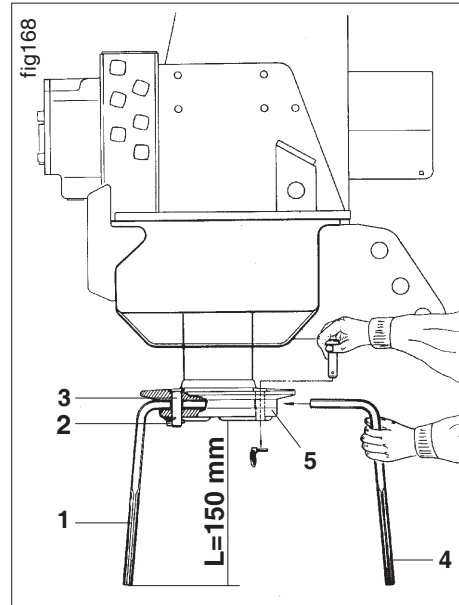

Fig. 19.6
Die Bodenbearbeitungszinken (Fig. 19.6/1) des Kreiselgrubbers sind aus gehärtetem hochfestem Borstahl gefertigt. Die Zinken unterliegen einer Abnutzung und müssen spätestens bei einer Länge $L_{\min.} = 150$ mm (siehe Fig. 19.6) ausgetauscht werden. Bei großen Arbeitstiefen muß der Zinkenwechsel früher erfolgen, um Schäden bzw. Verschleiß an den Werkzeugträgern (Fig. 19.6/5) zu vermeiden.
- Die Bodenbearbeitungszinken (Fig. 19.6/1) sind in den Taschen der Werkzeugträger (Fig. 19.6/5) befestigt. Klappstecker (Fig. 19.6/2) aus dem Bolzen (Fig. 19.6/3) herausziehen.
- Bolzen (Fig. 19.6/3) nach oben aus dem Werkzeugträger ausschlagen.
- Bodenbearbeitungszinken (Fig. 19.6/1) aus den Taschen des Werkzeugträgers herausziehen.
- Bodenbearbeitungszinken (Fig. 19.6/4) in die Taschen des Werkzeugträgers (Fig. 19.6/5) stecken
- Bolzen (Fig. 19.6/3) in die Bohrungen von Werkzeugträger und Bodenbearbeitungszinken stecken
- Bolzen (Fig. 19.6/3) mit Klappstecker (Fig. 19.6/2) sichern.